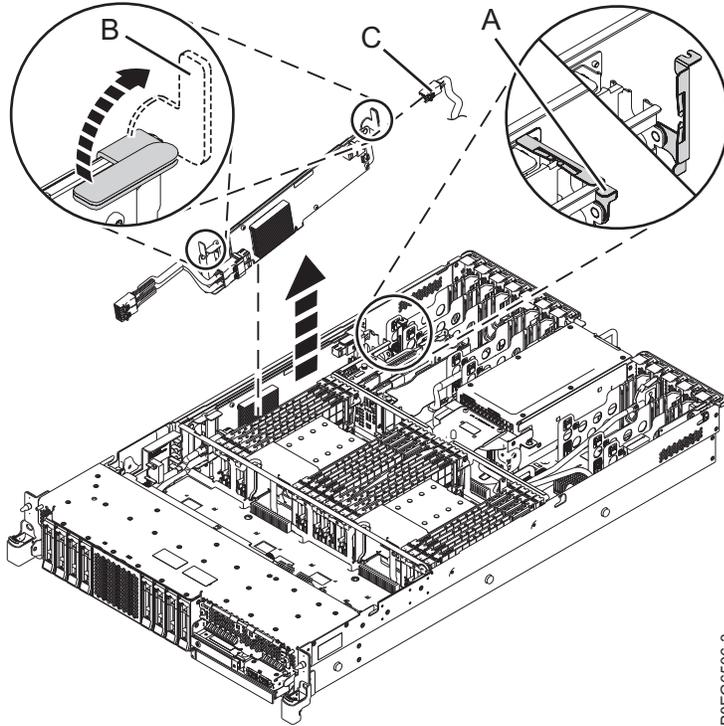

Abbildung 4. Internen 6-Gb-PCIe3-x8-SAS-RAID-Adapter mit Cache ausbauen
5. Heben Sie die Kabelhalterung **(A)** in die gezeigte Richtung an. Siehe Abb. 4 auf Seite 7.
6. Heben Sie die blauen Griffe **(B)** in die gezeigte Richtung an. Siehe Abb. 4 auf Seite 7.
7. Heben Sie den internen SAS-RAID-Adapter an den blauen Griffen weit genug an, um das hintere SAS-Kabel **(C)** vom internen SAS-RAID-Adapter zu trennen (siehe Abb. 4 auf Seite 7).